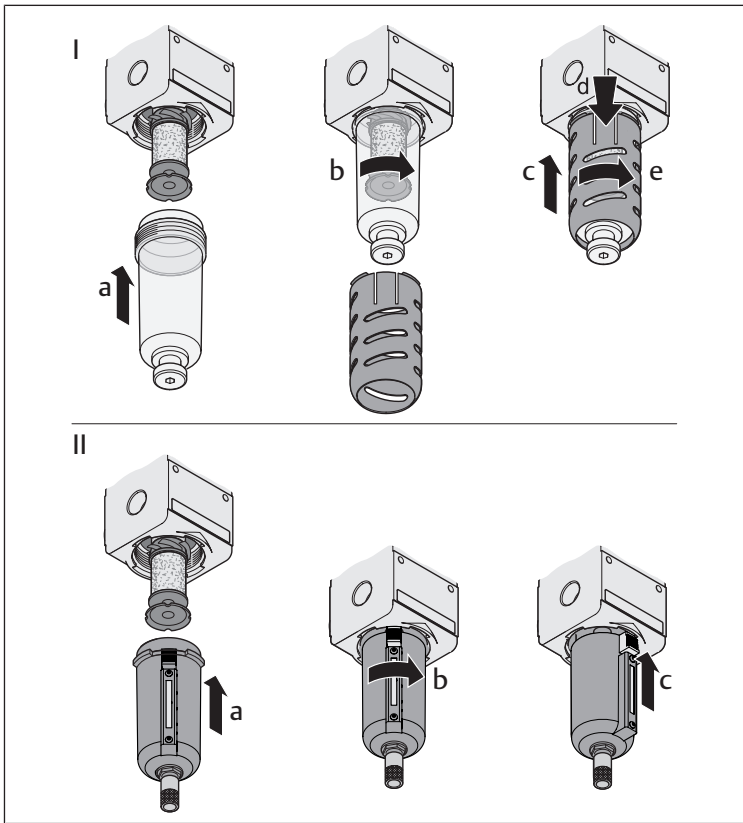
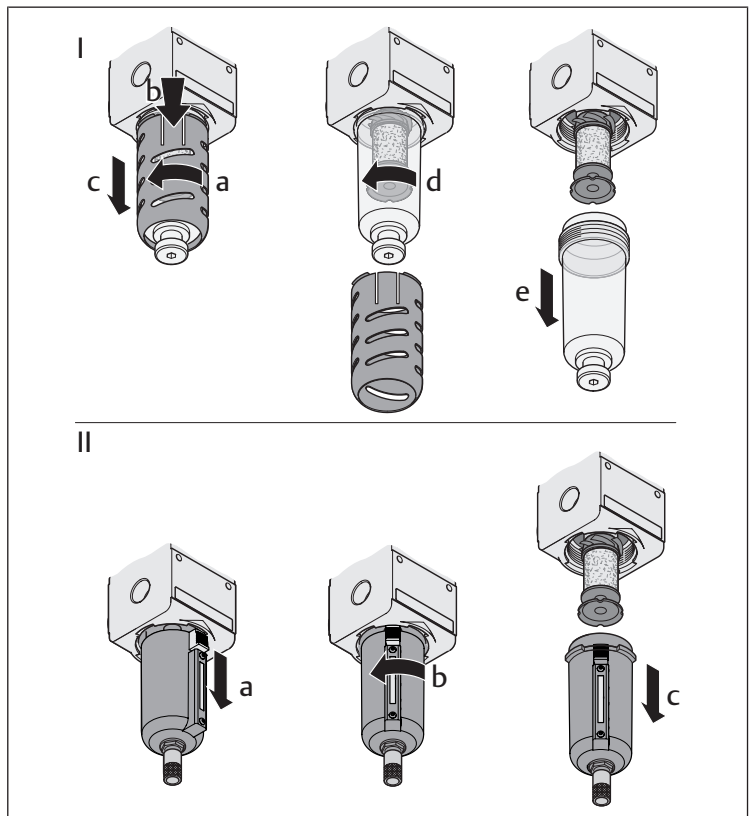

Fig. 2: Montaggio del serbatoio e della gabbia di protezione
Fig. 6: Smontaggio del serbatoio e della gabbia di protezione
▶ Se presente allentare la gabbia di protezione (→ Fig. 6 I a, b) e rimuoverla dal basso (→ Fig. 6 I c).
▶ Svitare il contenitore (→ Fig. 6 I d) dal corpo.	Tirare lo sbloccaggio (→ Fig. 6 II a) verso il basso, ruotare il contenitore (→ Fig. 6 II b) prima verso sinistra e quindi rimuoverlo dal basso (→ Fig. 6 II c).
▶ Rimontare il nuovo serbatoio con sensore e, se presente, la gabbia di protezione in sequenza inversa come illustrato in figura → Fig. 6 I (vedere anche → Fig. 2 I).	Rimontare il nuovo serbatoio con sensore in sequenza inversa come illustrato in figura → Fig. 6 II (vedere anche → Fig. 2).